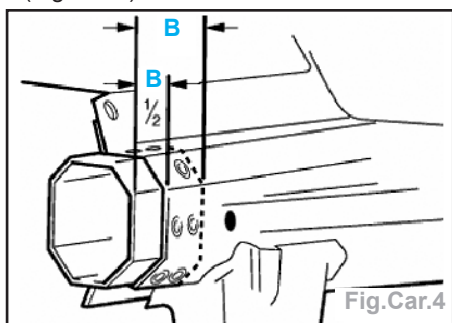

Fig.Car.4
- Confectionner des raidisseurs d'une largeur (B) d'environ 60 mm et les enduire de peinture à base de poudre de zinc (Fig.Car.4).